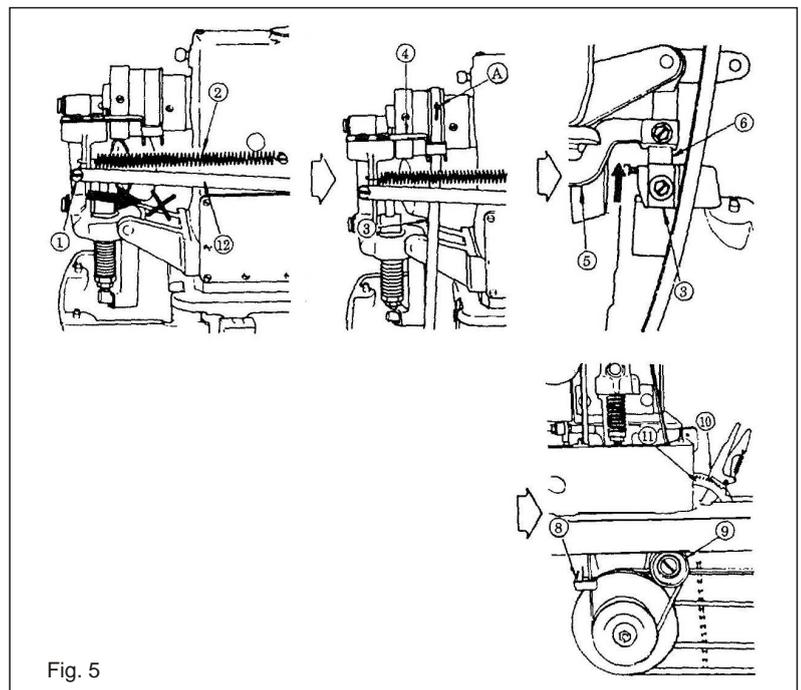

Fig. 5
4. COLOCAÇÃO DA CORREIA LISA (Fig. 5)